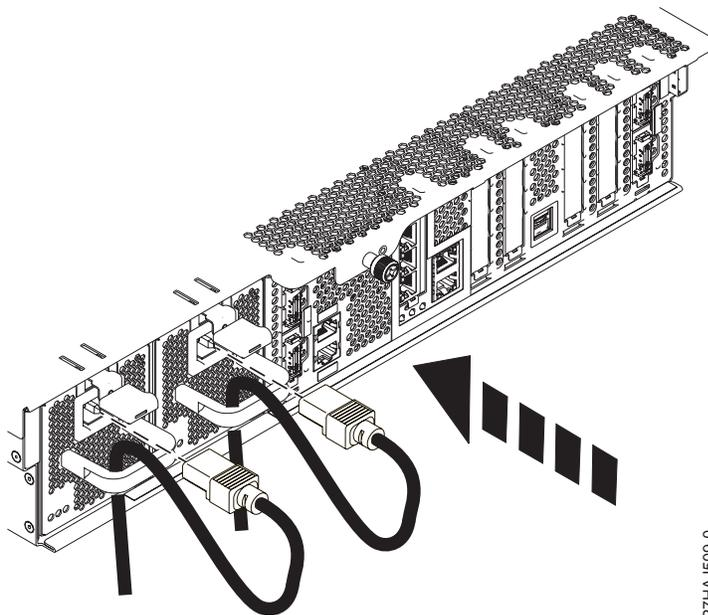

Figure 4. Acheminement du câble d'alimentation
4. Faites passer le câble d'alimentation dans le passe-câbles à l'arrière de l'alimentation électrique, comme indiqué à la figure 4, à la page 5.